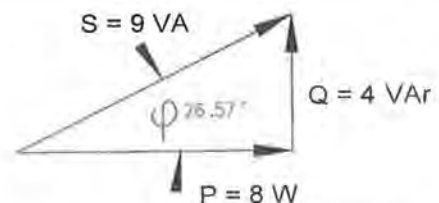

Fig. 13.4 Vermogensverhouding $\cos \varphi = 0,9$
Volgens de elektriciteitsleverancier moet de gemiddelde maandelijkse arbeidsfactor minimaal 0,9 of 0,95 bedragen, als je toeslag wil vermijden voor reactief verbruik (Q). Praktisch betekent dat een maximaal verbruik van reactieve energie dat ca. 50 % bedraagt van het verbruik van actieve energie (P), wat overeenstemt met een $\cos \varphi = 0,8944$ (zie fig. 13.4). Het meerverbruik wordt aangerekend aan 20 % van de gemiddelde kostprijs per kWh actief.